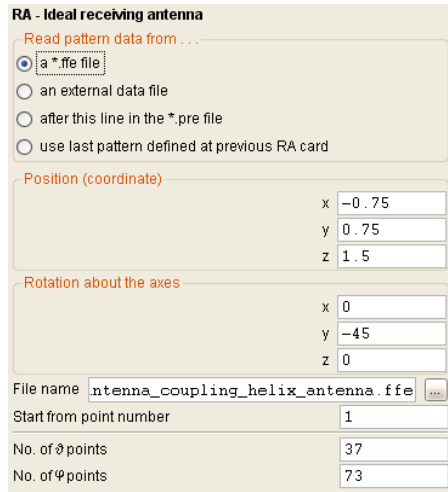

图 7-52 理想接收天线形式
(4) 在 CADFEKO 中运行 POSTFEKO，然后在 POSTFEKO 中运行 EDITFEKO，在 EDITFEKO 中定义介质参数和馈源，如图 7-50 至图 7-52 所示。